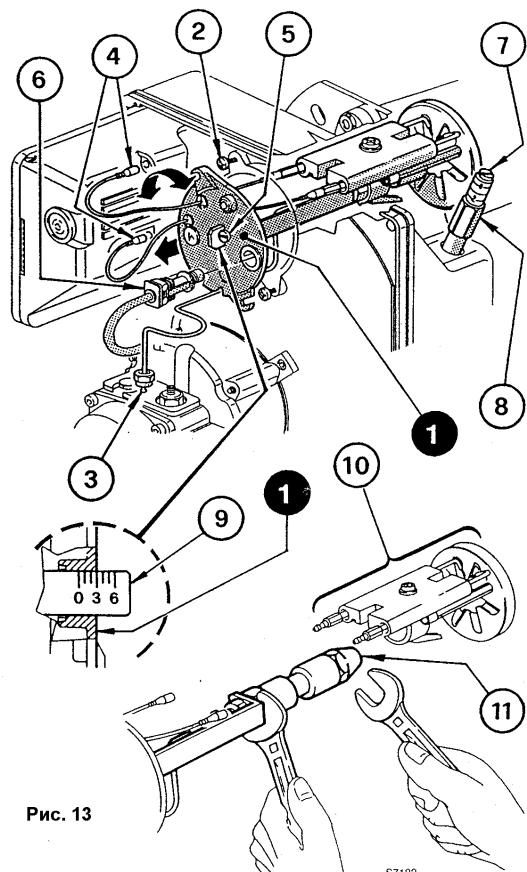

Рис. 13
- ослабить винты (2), открутить гайку (3), вынуть провода (4) и фоторезистор (6) и снять блок крепления форсунки (см. рис. 13),
- **правильно ввернуть форсунку (11) с захватом, как показано на рис. 13.**
3 Регулировка головки (см. рис. 13 на стр. 6)
Регулировка обусловлена показателем расхода топлива на горелке и осуществляется вращением регулировочного винта (5) по часовой стрелке или против часовой стрелки, - необходимо совместить риску регулировочной линейки (9) с внешней плоскостью блока крепления форсунки (1) (см. рис. 13).
4 Регулировка заслонки (см. рис. 13 на стр. 6)